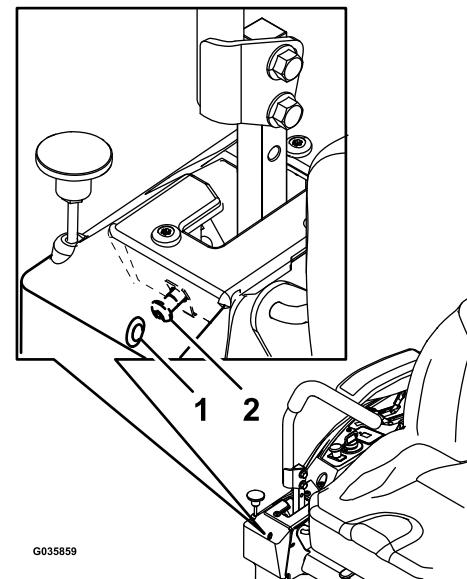

Figura 58
6. Se la macchina punta a destra, inserite una chiave esagonale da 3/16" nel foro di accesso del pannello di copertura anteriore destro e ruotate la vite di puntamento in senso orario o antiorario per regolare la corsa della leva (Figura 58).
7. Se la macchina punta a sinistra, inserite una chiave esagonale da 3/16" nel foro di accesso del pannello di copertura anteriore destro e ruotate la vite di puntamento in senso orario o antiorario per regolare la corsa della leva (Figura 58).